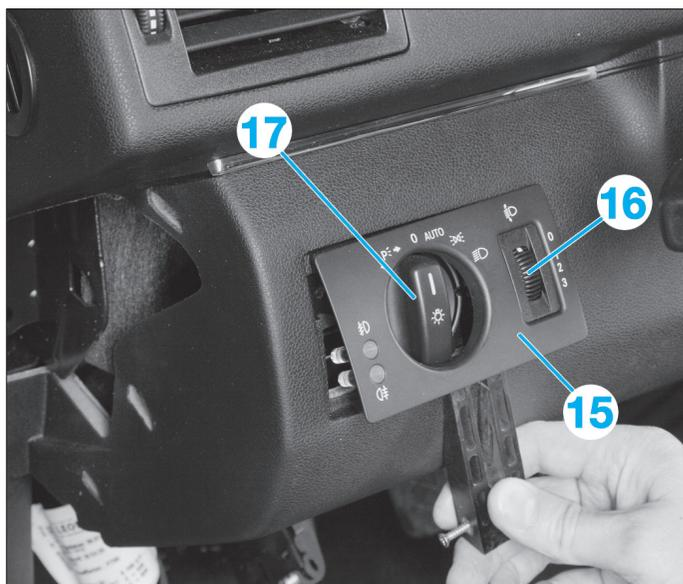

FIG. 28
- Déposer le commutateur d'éclairage. Pour cela (Fig.28) :
- détacher le cache (15),
- détacher le bouton (16) de réglage du site des phares et le passer avec ses conduites par le trou de la planche de bord,
- faire glisser le commutateur d'éclairage (17) vers la droite et le pousser vers l'avant,